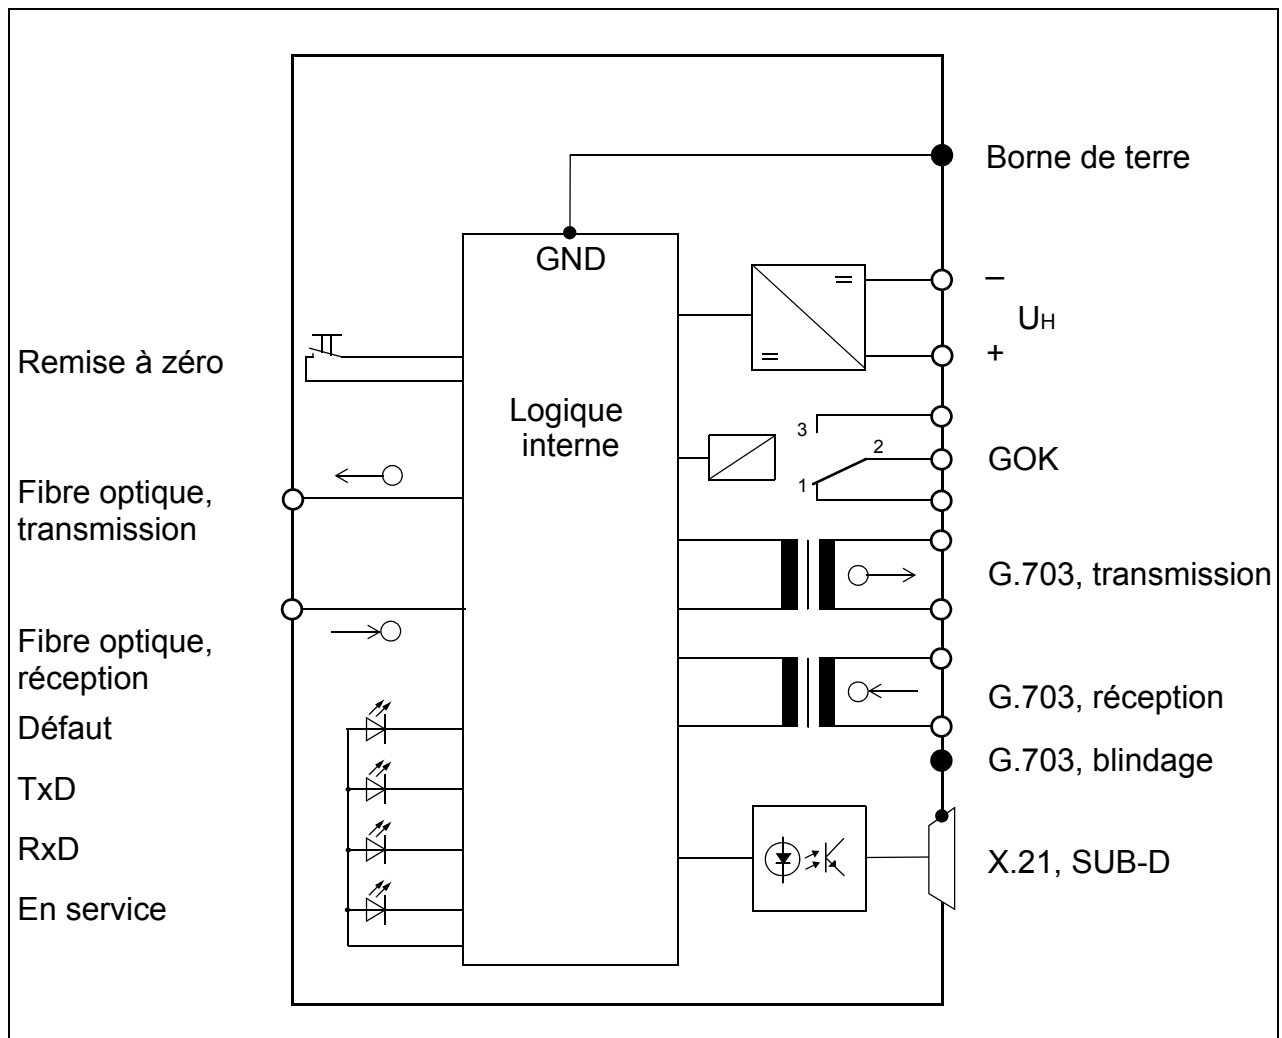

Figure 13 L'architecture matérielle du convertisseur de communication
Le convertisseur de communication doit adapter l'interface fibre optique de l'équipement de protection (ETTD) aux spécifications physiques de l'interface du réseau de communication (ETCD). La conversion est synchrone et totalement transparente : les informations sont directement transmises par le convertisseur sans ajout ni suppression d'informations. La figure 13 représente l'architecture matérielle.
- ❑ **X.21** : La connexion à l'interface X.21 se fait par un connecteur SUB-D 15 pôles. Les extrémités du blindage sont raccordées au boîtier. Les signaux X.21 sont isolés galvaniquement des autres circuits électriques (figure 13).
- ❑ **G.703.1** : La connexion à l'interface G.703.1 se fait par le bornier à vis, 5 pôles (G.703) (deux paires de fils : arrivée et départ). Le cinquième bornier à gauche (,S') sert au blindage de câble et est lié au boîtier. Les signaux G.703 sont isolés galvaniquement des autres circuits électriques (figure 13).